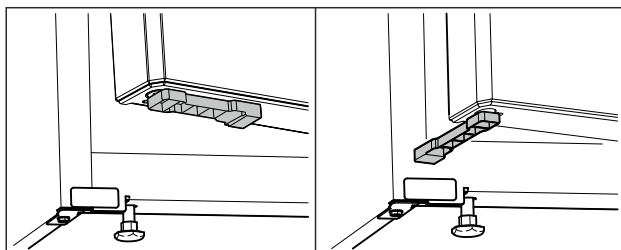

Fig. 69 *
- Obrócić ograniczniki otwierania drzwi o 90°. (patrz Fig. 69) *